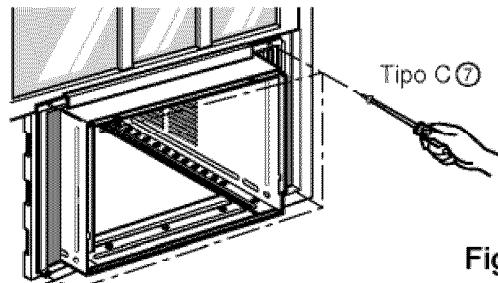

Fig. 6
- 9** Agregue cada marco de la cortina ① de la hoja de la ventana usando tornillos ⑦ (Tipo C). (ver Fig. 6)